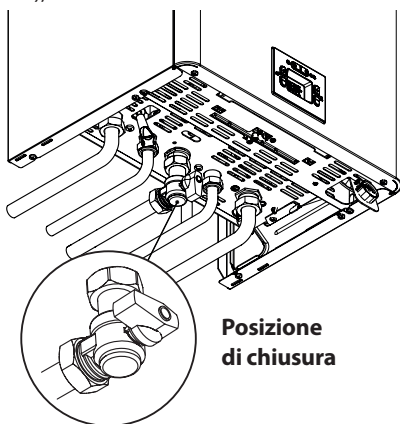

Figura 2.13
- Chiudete i rubinetti della caldaia (Figura 2.13);